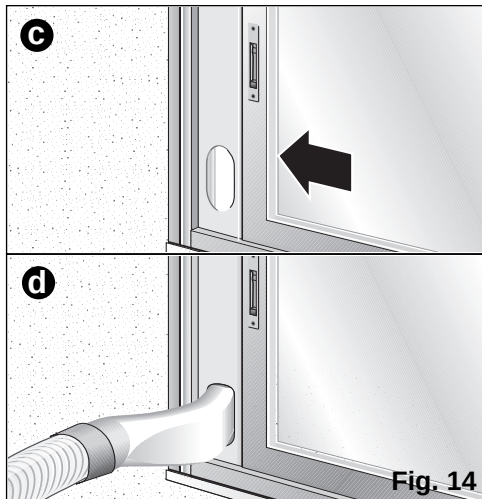

Fig. 14
- Può usarsi anche l'accessorio d'installazione slitta finestra / balcone (vedasi "Descrizione degli accessori"). **Fig. 14: a, b, c, d.** Esso serve sia per finestre orizzontali, sia verticali/ balconi.